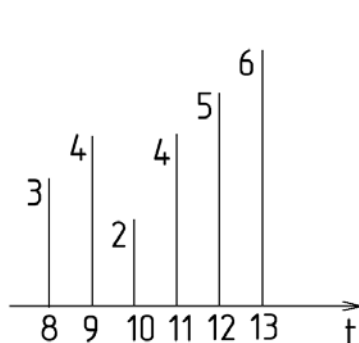
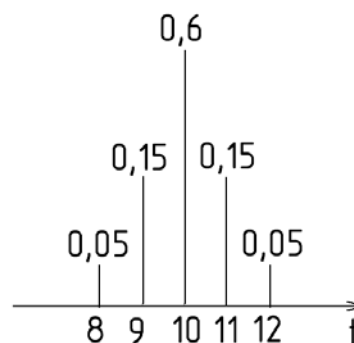

Рис.1
Рис.2
4. Дано гістограми – частоти появи певного значення, до експерименту (апостеріорні дані) (Рис. 1) та після (апостеріорні) (Рис. 2).